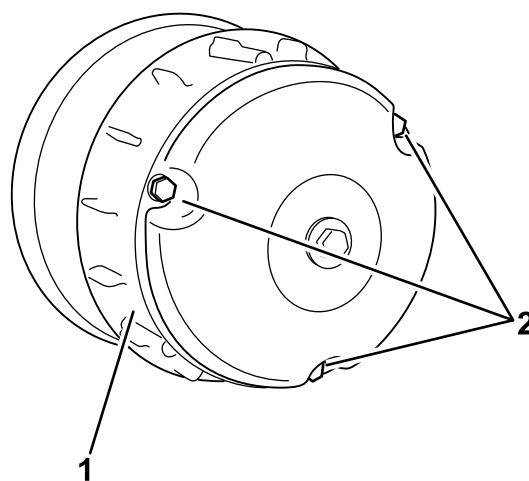

Figure 61
- Posez le couvercle d'embrayage et fixez-le avec les 3 boulons (Figure 61) que vous avez retirés à l'opération 2.
- Retirez les trois boulons qui fixent le couvercle de l'embrayage et déposez le couvercle (Figure 61).